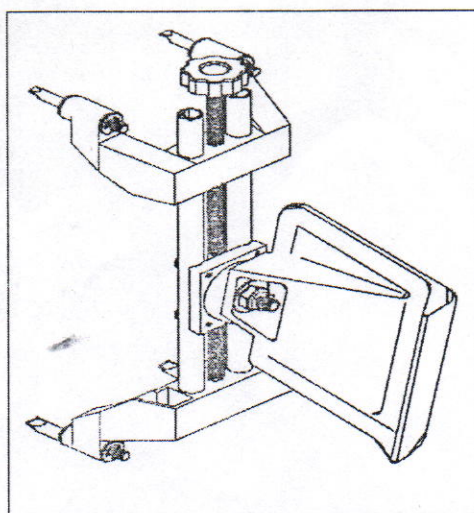

Рис. 1. Измерительные мишени
3. **Установка измерительных мишеней** (рис. 1) на колеса автомобиля. Мишени крепятся к колесам с помощью самоцентрирующихся колесных захватов. Большие мишени ставятся на задние колеса, малые – на передние. Способ крепления зависит от формы кромки колеса. Зубья, которыми снабжены мишени, универсальны. Зубья крепления могут поворачиваться, что позволяет приспособить их к колесам разных конфигураций.